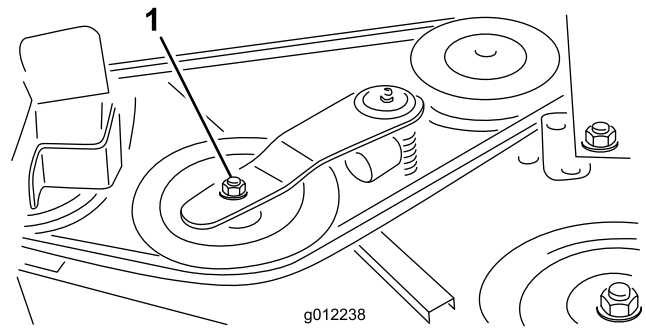

Figura 35
2. Utilizando uma chave de aperto ou ferramenta semelhante, afaste a polia intermédia (Figura 35) da correia da transmissão para libertar a tensão da